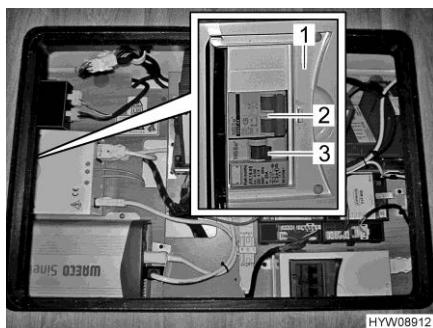

Fig. 115 Scatola dei fusibili supplementare
Le prese sono protette da un interruttore di sicurezza (Fig. 115,2) e da un interruttore di sicurezza per correnti di guasto (Fig. 115,3) in una scatola dei fusibili (Fig. 115,1) aggiuntiva.
- Se il veicolo è collegato all'alimentazione a 230 V, premere il tasto di controllo sull'interruttore di sicurezza per correnti di guasto (Fig. 115,3). L'interruttore di sicurezza per correnti di guasto (FI) deve scattare.